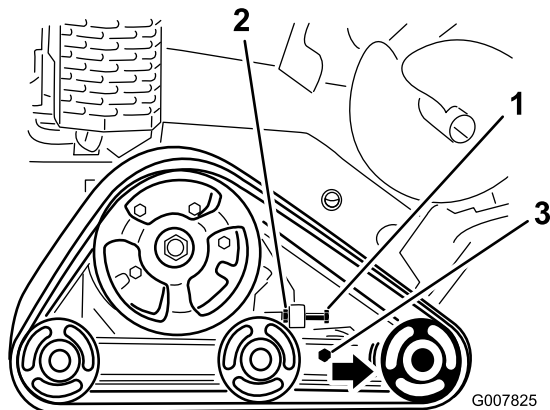

Рисунок 46
- 3. Ослабьте контргайку на натяжном болте гусеницы и зажимные болты на натяжном рычаге (Рисунок 46).
- 4. Для натяжения гусеницы затяните натяжной болт с моментом 32,5–40 Н·м (Рисунок 46).
- 4. Отвинтите натяжной винт и контргайку (Рисунок 46).
- 5. Ослабьте зажимные болты (Рисунок 46).